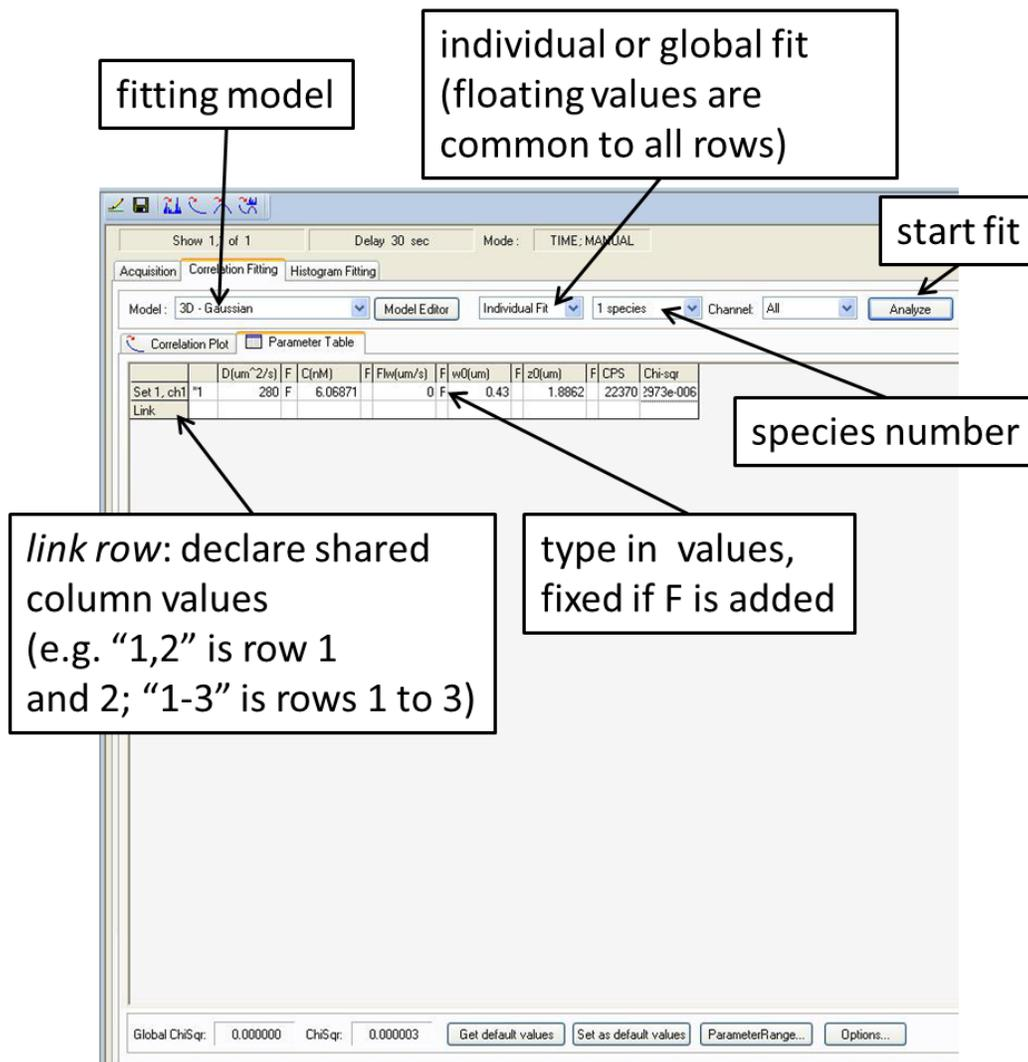

Fig. 11: FCS workspace – parameter table
16. Switch the view to the parameter table shown in **Fig. 11**.